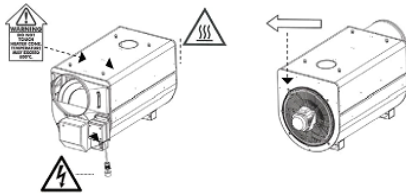

fig. 2
Les appareils de chauffage d'air GPmp sont de série livrés dans des boîtes en carton sur palette en bois et doivent être manipulés avec précaution. Les appareils de chauffage sont fixés en dessous du châssis, directement sur la palette en bois (voir fig. 2).
Quand le générateur d'air chaud est placé sur la palette, il est possible de le transporter en utilisant un chariot élévateur ou un élévateur de palettes. Ces dispositifs doivent être équipés de fourches adaptées, pour assurer une distribution correcte du poids (voir fig. 2).
- insérer les fourches du chariot élévateur dans les ouvertures (voir fig. 2) ;